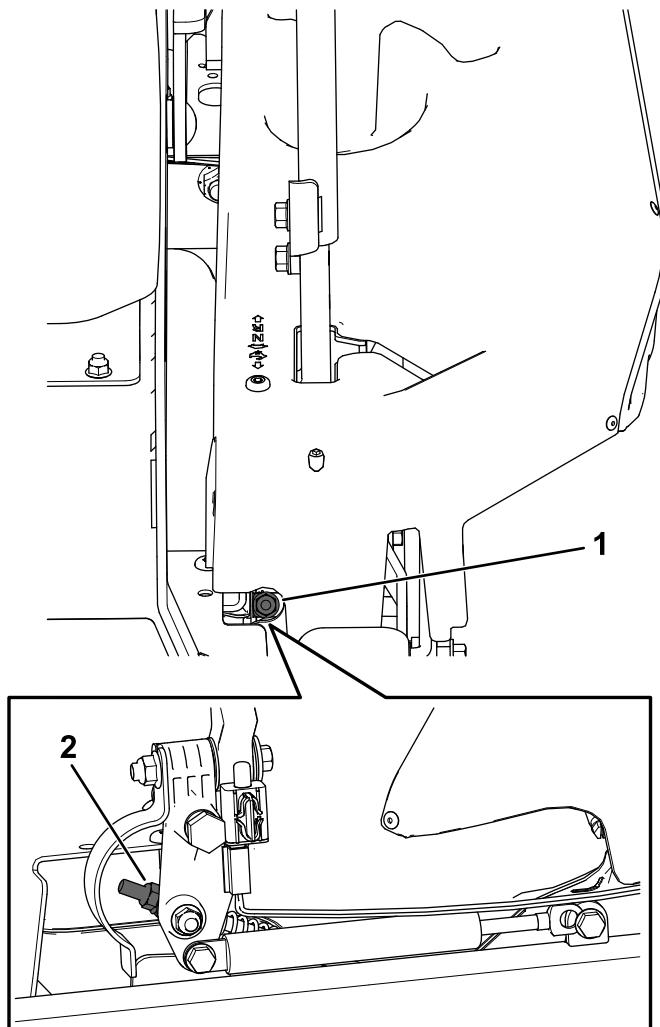

Figure 70
10. Réglez la longueur des tiges de pompes en tournant l'écrou dans le sens voulu jusqu'à ce que les roues tournent légèrement en marche arrière (Figure 70).